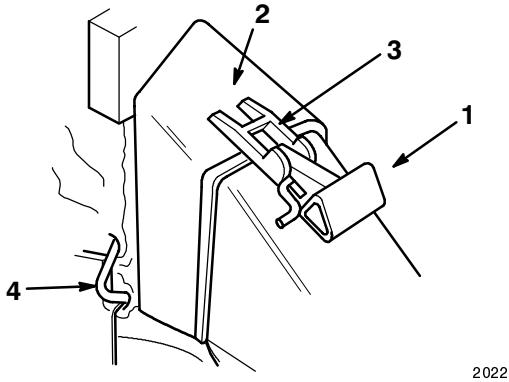

Figure 40
2. Vérifier que la poignée du volet d'éjection est entièrement abaissée vers l'avant (volet fermé), comme illustré à la Figure 40.
Remarque : Pour plus de clarté, la protection n'est pas représentée à la Figure 40.
3. Placer l'ouverture du sac de ramassage sur l'ouverture du conduit d'éjection comme illustré à la Figure 40.
2. Soulever la tige de verrouillage de la poignée pour la dégager des crans du sac, et abaisser la poignée du volet vers l'avant (Fig. 40).